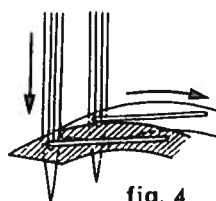

fig. 4
- Controllare che il foro dell'ago di destra, nella sua corsa discendente, collimi con il foro del crochet (fig. 4).